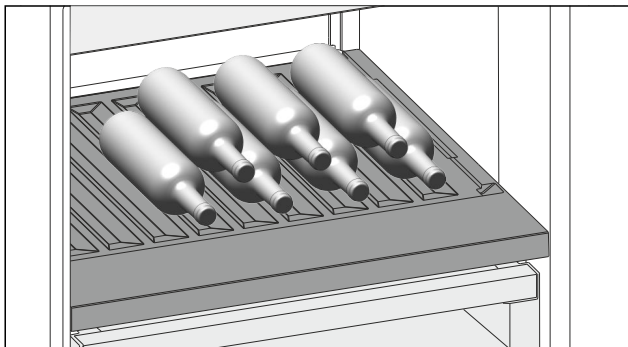

Fig. 79
- ▶ Introduceți sticlele cu fundul în spate, către peretele posterior. (vezi Fig. 79)